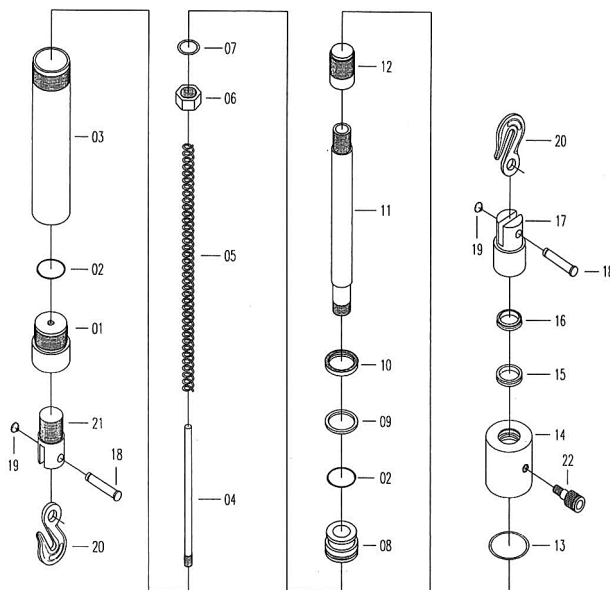

Рис. 1
2. Надёжно закрепите крюки стяжного цилиндра (Рис.1,п.20) в требуемых местах кузова автомобиля.